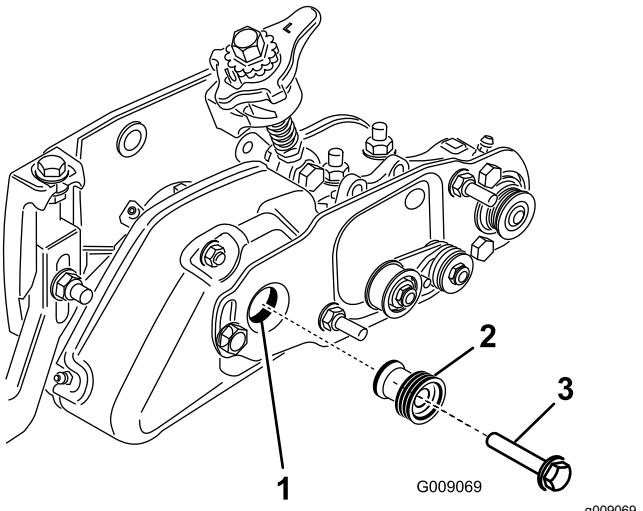

Рисунок 31
20. Отверните болт крепления шкива механической щетки к ведущему валу (Рисунок 31).
21. Вставьте ведущий шкив щетки в ведущий шкив механической щетки и в приводной вал (Рисунок 31). Убедитесь в том, что выступы шкива находятся в пазу приводного вала.
22. Прикрепите ведущий шкив к валу с помощью болта с фланцевой головкой ($\frac{3}{8}$ x 2 дюйма) (Рисунок 31). **Затяните болт с моментом от 47 до 54 Н·м.**